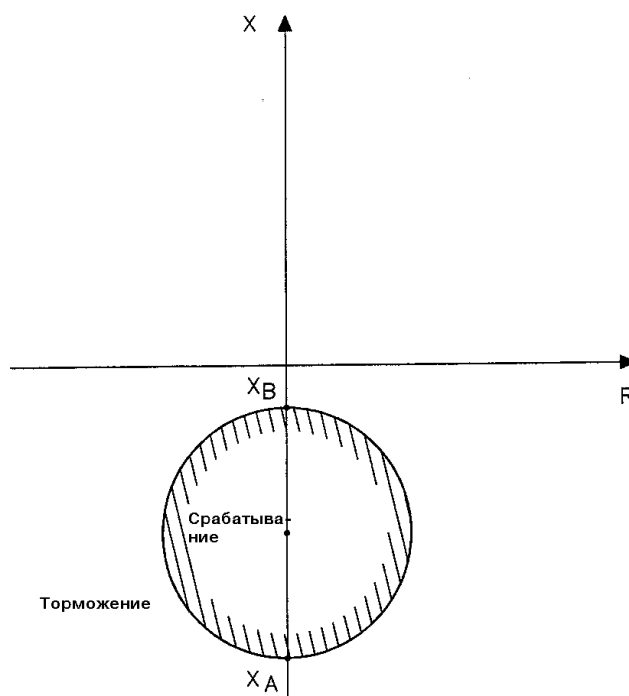

Рисунок 3.80. Характеристика срабатывания функции защиты от понижения реактивного сопротивления с $MaxMin = MIN$ (по умолчанию)
- круговая характеристика срабатывания (смотри Рис. 3.80)